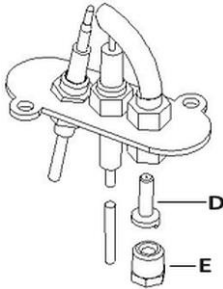

Abb. 8
1. Lösen Sie die Befestigungsmutter (E, Abb. 8).
2. Bauen Sie die Zündbrennerdüse (D) aus.